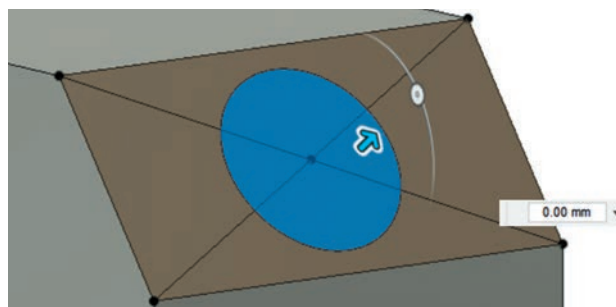

Рис. 35. Выбор окружности горловины
2.6. Выберем инструмент **Extrude** из группы **Create** и последовательно щёлкнем мышью по всем сегментам получившейся окружности, чтобы она была выделена полностью (рис. 35).